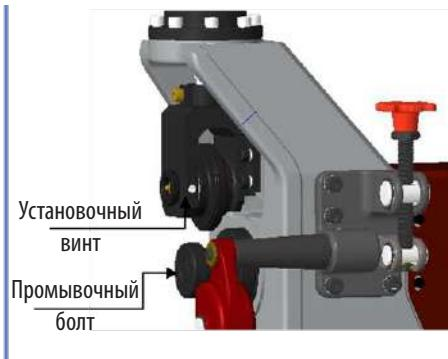

рис. 4
2. Снимите ролик с канавками. Ослабьте установочный винт на боковом блоке с помощью шестигранного ключа на 5 мм. Крепко возьмитесь за канавочный ролик и вытащите канавочный вал из бокового блока. См. *рисунок 4*.